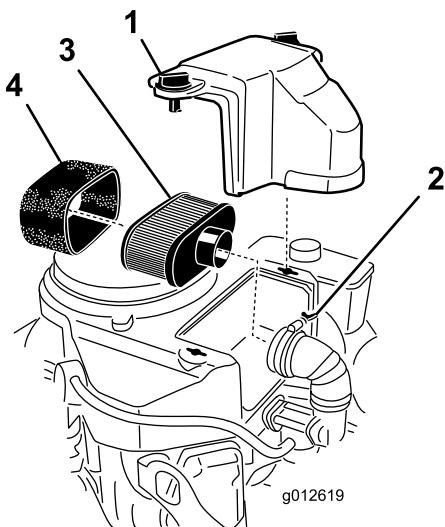

Рисунок 38
3. Очистите зону вокруг воздухоочистителя, чтобы в двигатель не попали загрязнения, которые могут его повредить (Рисунок 38).
4. Ослабьте фиксацию ручек крышки и снимите крышку воздухоочистителя (Рисунок 38).
5. Ослабьте фиксацию хомута шланга и снимите воздухоочиститель в сборе (Рисунок 38).
6. Осторожно снимите элемент из пеноматериала с бумажного элемента (Рисунок 38).
1. Легким постукиванием очистите бумажный элемент от пыли. Замените бумажный элемент, если он очень грязный (Рисунок 38).
1. Осторожно наденьте элемент из пеноматериала на бумажный элемент (Рисунок 38).
2. Установите воздухоочиститель в сборе на его основание или на шланг и закрепите его (Рисунок 38).
3. Установите на место крышку воздухоочистителя и затяните ручки крышки (Рисунок 38).